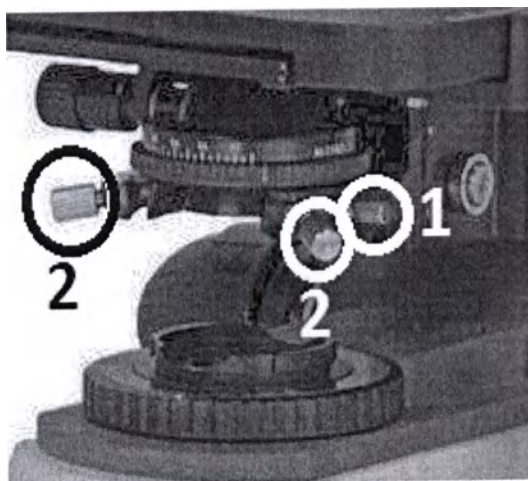

Рис. 5
Для установки конденсора вставьте его в держатель под предметным столиком и закрутите центровочные винты (2), затем закрутите фиксирующий винт (1), см. рис. 5.